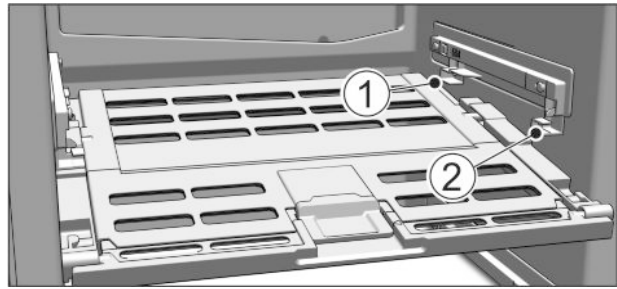

Fig. 48
▶ Вставляння кришки відділення Fruit & Vegetable-Safe: вставити поперечні ребра кришки знизу у задній тримач Fig. 48 (1) і зафіксувати спереду у тримачі Fig. 48 (2).